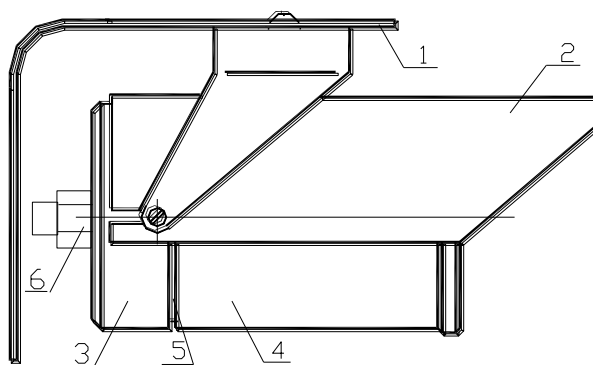

Рис. 2 Общий вид извещателя.
3.1 Конструктивно извещатели выполнены в виде цилиндрического корпуса с козырьком, закрепленных на кронштейне, обеспечивающем возможность установки на стене, балке, опоре, заборе и т. д. В зависимости от типа отличаются размерами и массой. Общий вид извещателя приведен на рис. 2. приложения.